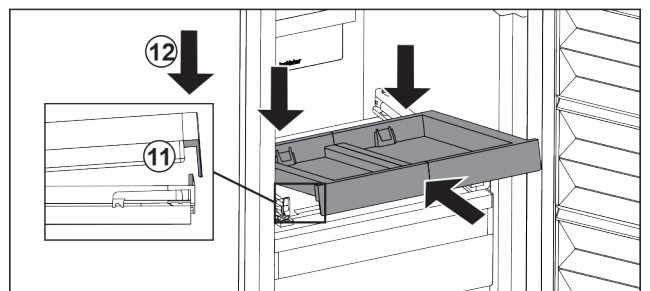

Fig. 29
- ▶ Schräg einschieben. Darauf achten, dass auf beiden Seiten der Anschlag hinter der Lasche ist. Fig. 29 (11)
- ▶ Auszugsbord vorne absetzen. Fig. 29 (12)